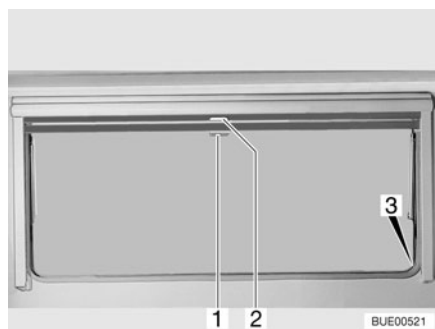

Fig. 52 Ventana abatible
- Tirar del asidero (Fig. 52,2) de la persiana oscurecedora enrollable hacia abajo. Cuando la persiana oscurecedora enrollable se cierre por completo, encajarla en el bloqueo (Fig. 52,3) a ambos lados del marco de la ventana.
- Cuando la persiana oscurecedora enrollable está completamente cerrada: Presionar el tirador (Fig. 52,2) hacia abajo y tirarlo ligeramente hacia dentro. Desenganchar la persiana oscurecedora enrollable de los bloques a izquierda y derecha del marco de la ventana.
- Cuando la persiana oscurecedora enrollable se encuentre en una posición intermedia: Tirar ligeramente del asidero (Fig. 52,2) hacia abajo, hasta que se hay soltado el bloqueo.
- Tirar hacia abajo de la mosquitera enrollable (Fig. 52,1) y engancharla en el bloqueo (Fig. 52,3) a ambos lados del marco de la ventana.
- Presionar el tirador (Fig. 52,1) hacia abajo y tirarlo ligeramente hacia dentro. Desenganchar la mosquitera enrollable de los bloqueos a izquierda y derecha del marco de la ventana.